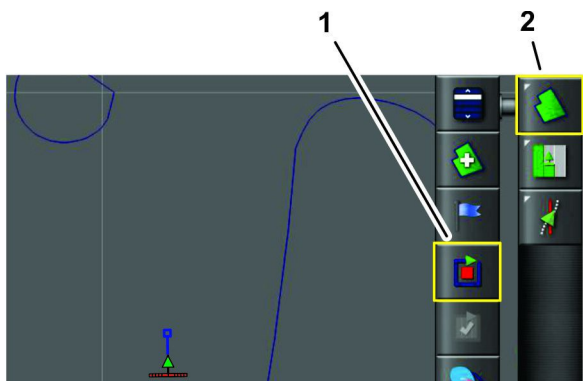

Figura 41
3. Premete l'icona MENU DEL CAMPO, quindi premete l'icona REGISTRA CONFINE DEL CAMPO (Figura 41).